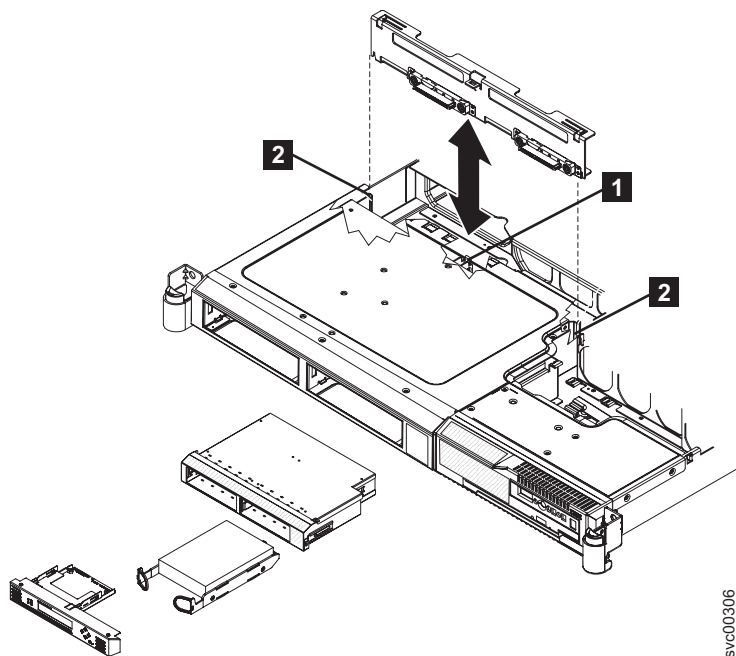

図 127. SAN ボリューム・コントローラー 2145-8G4 SATA ディスク・ドライブとバックプレーン
- バックプレーンをマウント・チャンネル **2** の中にスライドさせて戻します (図 127 を参照)。付近のワイヤーやケーブルに引っ掛かったり、挟まったりしないように注意します。